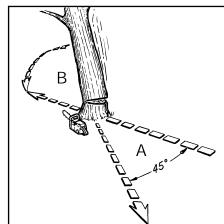

Рис. 11A
ПРЕДУПРЕЖДЕНИЕ: Прежде чем приступить к валке, необходимо подготовить путь к отходу (A) (при необходимости расчистите место от помех). Путь отхода должен быть направлен по диагонали в сторону, противоположную предполагаемому направлению падения, как показано на Рис. 11A.